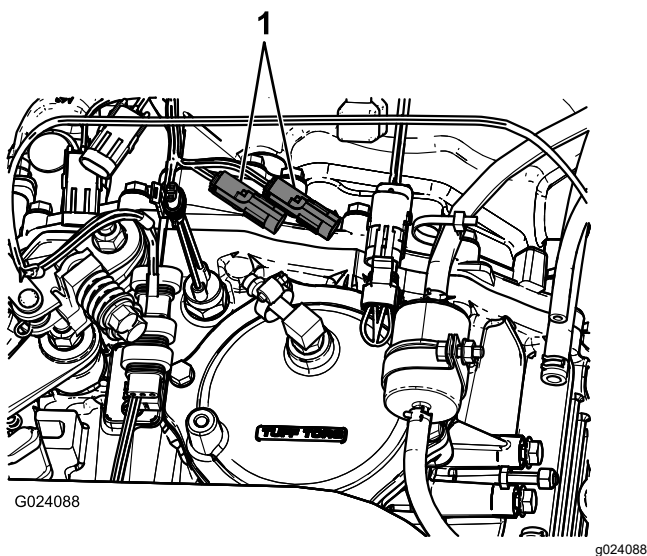

Figura 16
2. En el transeje de la máquina, conecte el conector de 3 pines del arnés de cables del sensor de velocidad de la máquina al conector hembra de 3 vías del sensor de velocidad del arnés del fumigador (Figura 16).